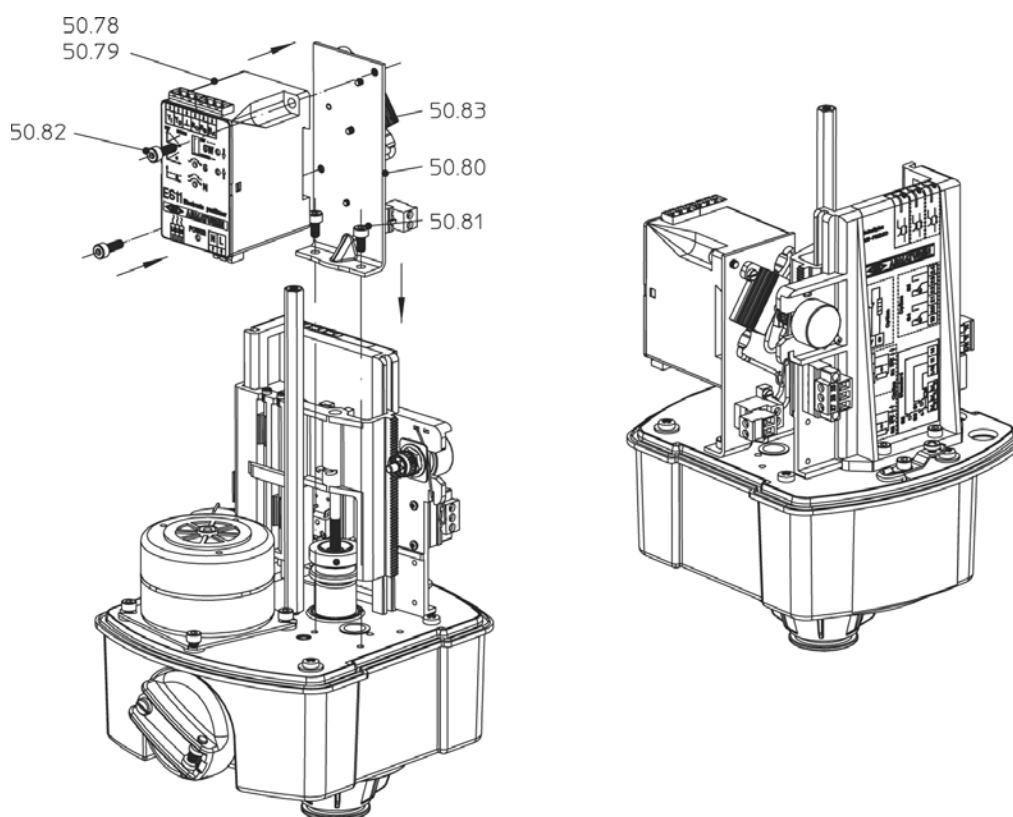

Рис. 18: Установка RI21 / ES11 / нагревателя ARI-PREMIO 2,2 - 5 кН
- Закрепите полностью собранный нагревательный узел (на крепежном уголке) с помощью прилагающихся винтов на специально предусмотренном для этого месте на крышке редуктора (Рис. 18).